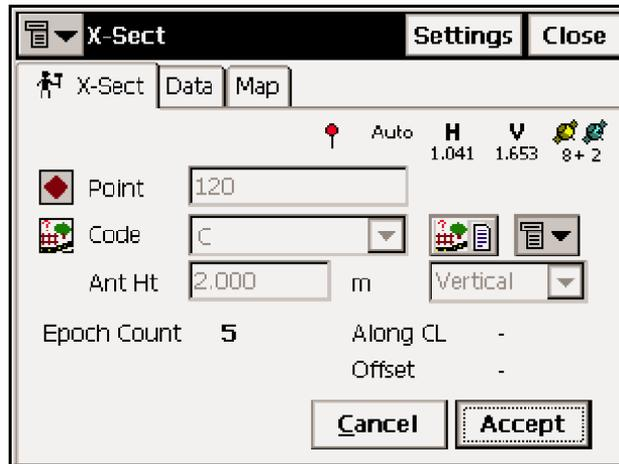

Рисунок 6-14. Поперечник
3. В окне **X-Sect (Поперечник)** (рис. 6-14 на стр. 6-13) выполняйте все необходимые для съемки поперечника действия, как описано в разделе "Выполнение топографической съемки" на стр. 6-9. Точки поперечного сечения, снимаемые на одной станции, должны иметь разные коды, причем как минимум один из них должен совпадать с кодом осевой линии (это будет означать, что точка